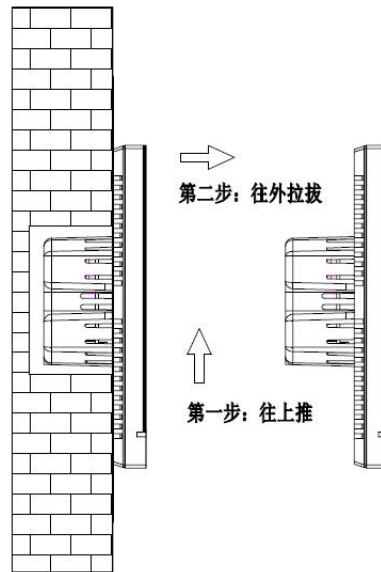

图 3.3.1.5
4. 安装完成后，如需要拆卸，请执行此步骤：将面板往上推，听到哒的声音后或者面板不能再移动时，再往水平方向外拉拔，即可完成拆卸。如图 3.3.1.5 所示。